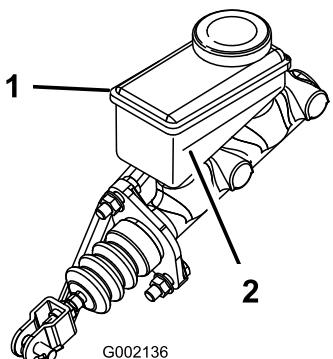

Figura 15
- Mire el nivel de aceite en el lateral del depósito (Figura 15).
- Añada líquido de frenos DOT 3 al depósito hasta que el nivel esté por encima de la línea Mínimo (Figura 15).
- Instale el tapón de goma encima del salpicadero (Figura 15).